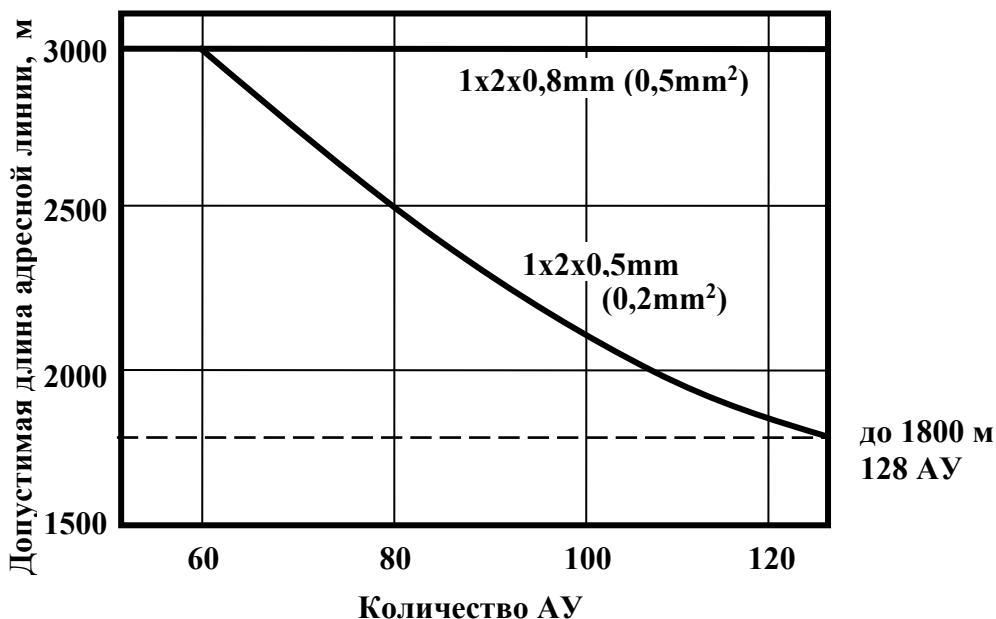

Рис.13. Допустимая длина адресной линии в зависимости от количества АУ (допустимая длина определяется как максимальное удаление АУ от любой из клемм прибора).
3.9.4. Напряжение в адресной линии не должно опускаться ниже 3,5В, поэтому при большом количестве АУ допустимая длина адресной линии снижается. При этом длина адресной линии от любой клеммы АПКП до максимально удаленного АУ не должна превышать значений, определяемых по рис.13.
При выполнении требований рис.13 любой обрыв адресной линии не приведет к потере связи с устройством, так как его удаление от любой из клемм прибора не превысит допустимого.
4.1.7. Проложить адресную линию кабелем UT 505нг(A)-FRLS FE 180 1x2x0,5mm (0,2мм²) или 1x2x0,8mm (0,5мм²), UT 505нг(A)-FRHF FE 180 1x2x0,5mm или аналогичными по оптимальному маршруту так, чтобы максимальное удаление адресных устройств от любой из клемм АПКП по длине адресной линии не превышало допустимого значения, которое в зависимости от количества АУ составляет от 2 до 3 тысяч метров (см. рис.13).